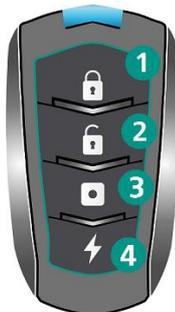

Рисунок 6.2 – Пульт
2. Переведите пульт в режим связывания: нажмите на пульте одновременно верхнюю (1) и нижнюю (4) кнопки (см. рисунок 6.2). Удерживайте кнопки до появления индикации режима связывания пульта (мигание индикатора голубым цветом в течение 60 секунд).